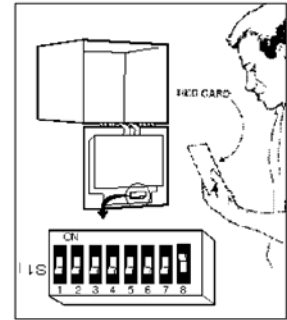

图12
2. 如图12所示,在母板上找到开关S1(也可参考32页的图7)。确保开关S1-“8”处于“打开”位置。